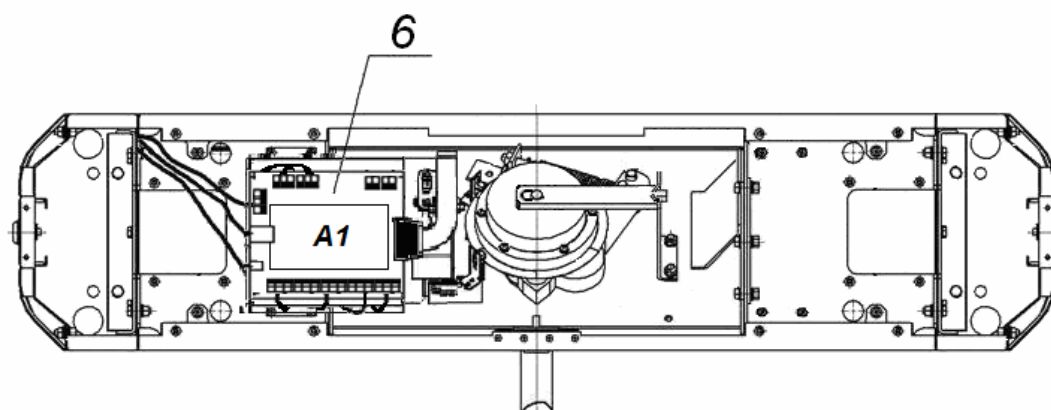

Рисунок 10. Схема прокладки кабелей в стойке ЭП
6. Подготовьте в полу отверстия под гильзы анкеров для крепления стойки ЭП. Установку и крепление стойки производите после прокладки всех кабелей в кабельном канале и внутри стойки. Схема прокладки кабелей в стойке показана на рис. 10.
7. Демонтируйте боковые заглушки (10), открыв ключом замки (11).
9. Снимите крышку стойки ЭП (3), открыв ключом замок (4) (см. разд. 6).
10. Протяните кабели внутри стойки. Рекомендуемое расположение кабелей при прокладке внутри стойки показано на рис. 10.
14. Выполните заземление стойки ЭП в соответствии с требованиями ПУЭ («Правила устройства электроустановок»). Контакт заземления **З1** (8, рис. 10) находится за боковой заглушкой стойки (10). Для крепления кабеля заземления на контакте используйте гайку М4.